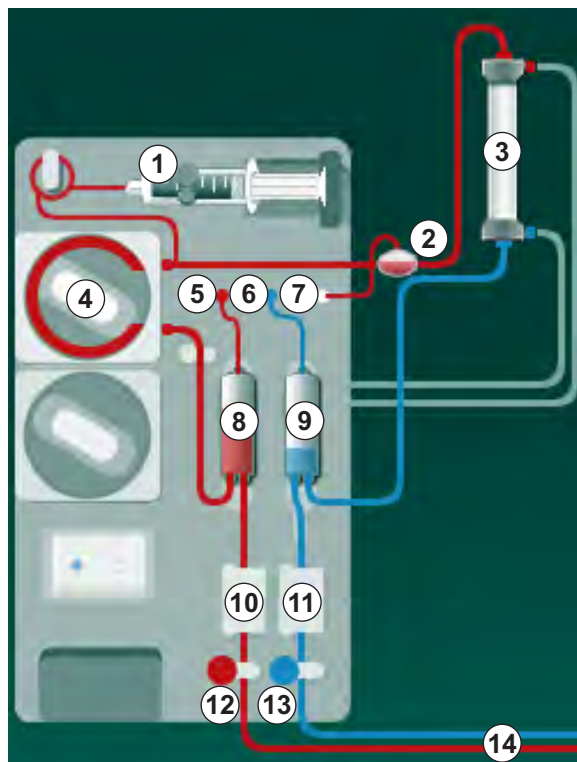

Рис. 3-2 Режим работы - Перекрестный с одной иглой
При открытом зажиме венозной магистрали (Рис. 3-2 Режим работы - Перекрестный с одной иглой (37), ⑬) и открытом зажиме артериальной магистрали ⑫ насос крови ④ перекачивает кровь от пациента через диализатор ③ в венозную камеру ⑨. Давление в венозной камере ⑨ контролируется с помощью датчика венозного давления ⑥. Когда достигается верхнее установленное значение венозного давления для переключения, насос крови ④ выключается, а зажим венозной магистрали ⑬ открывается. Из-за давления в венозной камере ⑨ кровь течет через диализатор ③ обратно к пациенту, пока не будет достигнуто более низкое давление для переключения. После достижения более низкого переключающего давления в венозной камере ⑨ или истечения заданного времени обратного потока зажим венозной магистрали ⑬ закрывается. Вскоре после этого открывается зажим артериальной магистрали ⑫. Насос крови ④ активируется, и процесс начинается снова с забора крови у пациента.